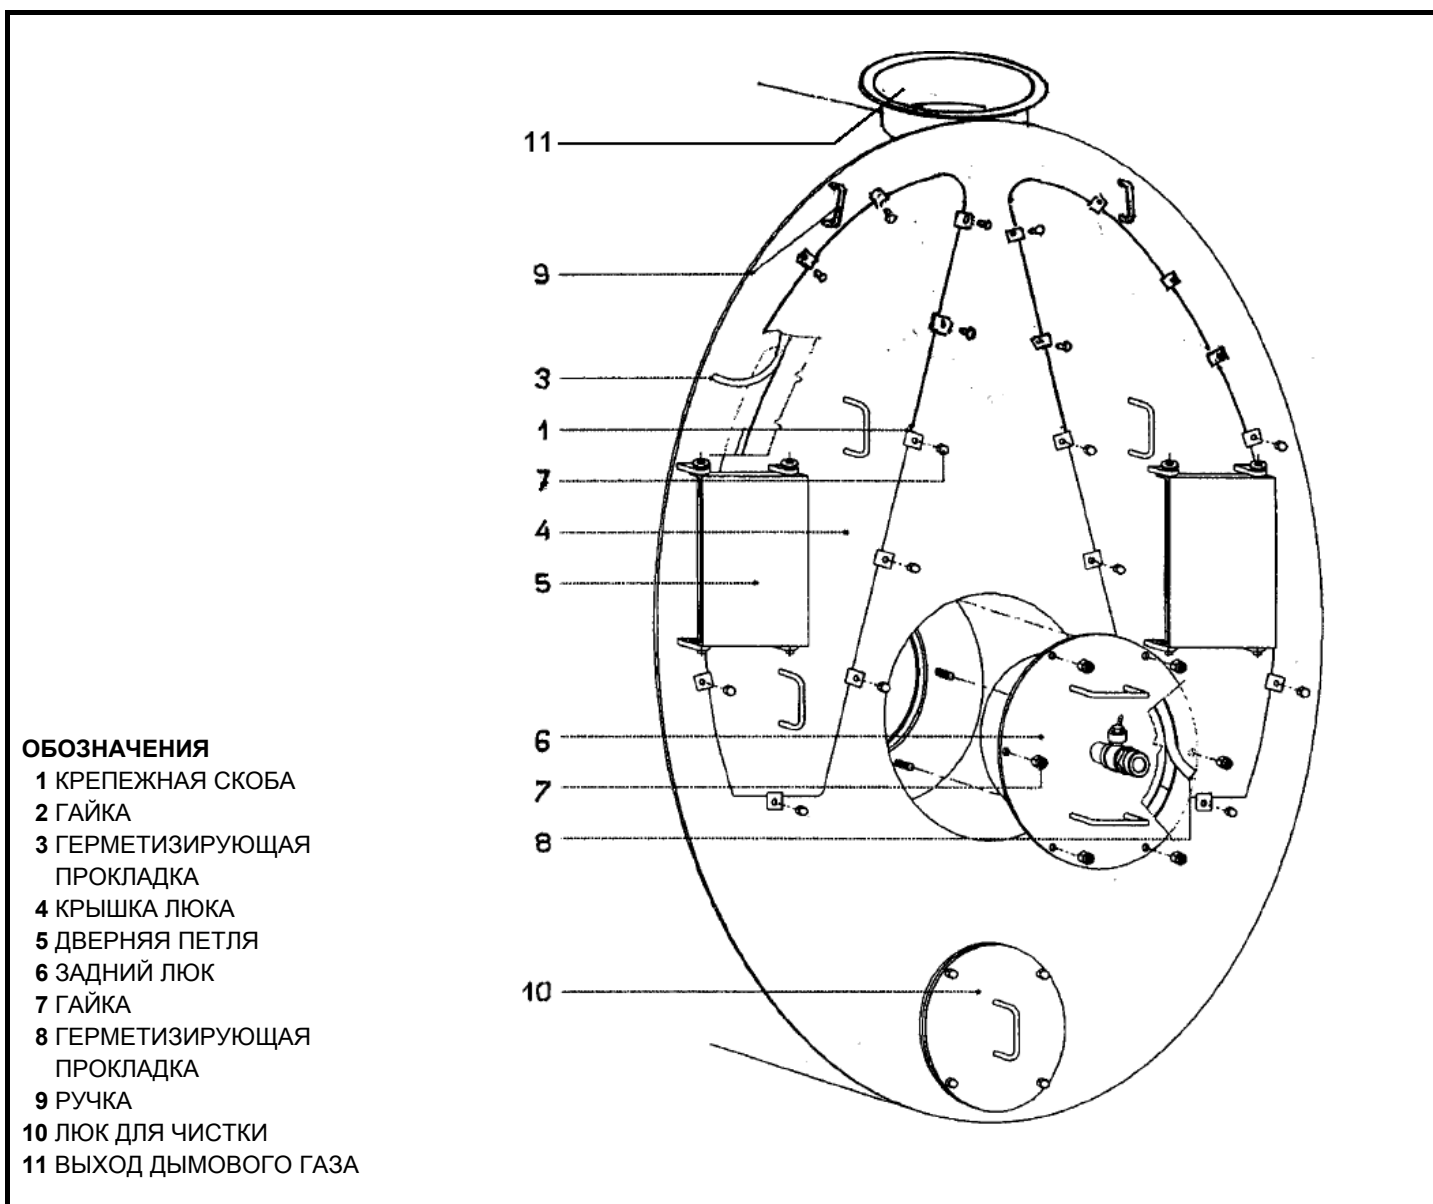

Рис. 5
**ЗАДНЯЯ ДЫМОВАЯ КОРОБКА** (рис. 5)
**ЛЮК ТОПКИ** (рис. 5 поз. 6)